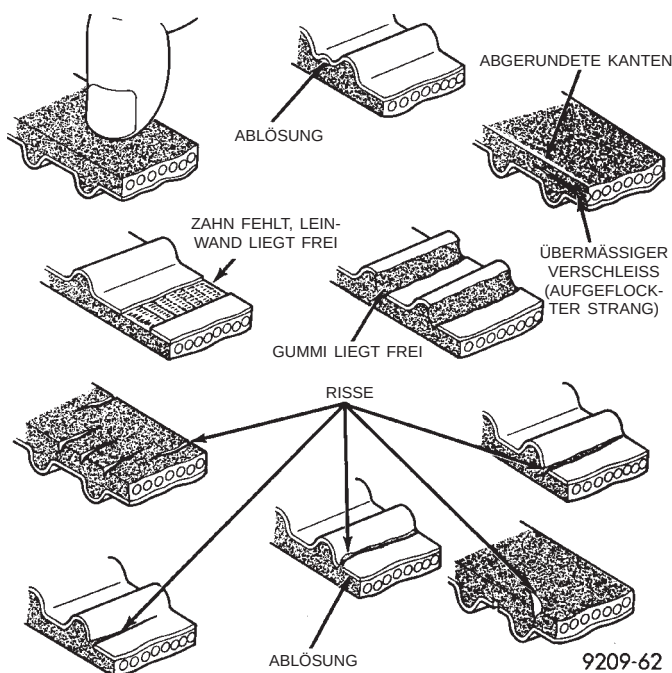

Abb. 105 Zahnriemen prüfen
- Die Riemenseiten sind in normalem Zustand, wenn sie scharf wie mit einem Messer geschnitten sind (Abb. 105).
(3) Wenn keine der genannten Zustände am Riemen vorliegen, kann die Zahnriemenabdeckung wieder eingebaut werden.